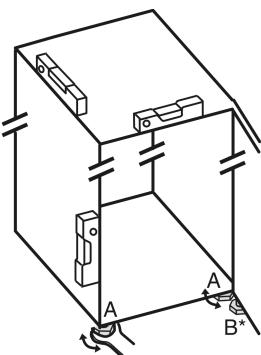

Fig. 5
- Stellfuß Fig. 5 (A) mit beiliegendem Gabelschlüssel und mit Hilfe einer Wasserwaage herausdrehen, bis das Gerät fest und ebenstehend ausgerichtet ist.
- Stellfuß Fig. 5 (B) am Lagerbock mit beiliegendem Gabelschlüssel herausdrehen, bis er auf dem Boden aufliegt.
- Stellfuß Fig. 5 (B) um 90° weiter drehen.